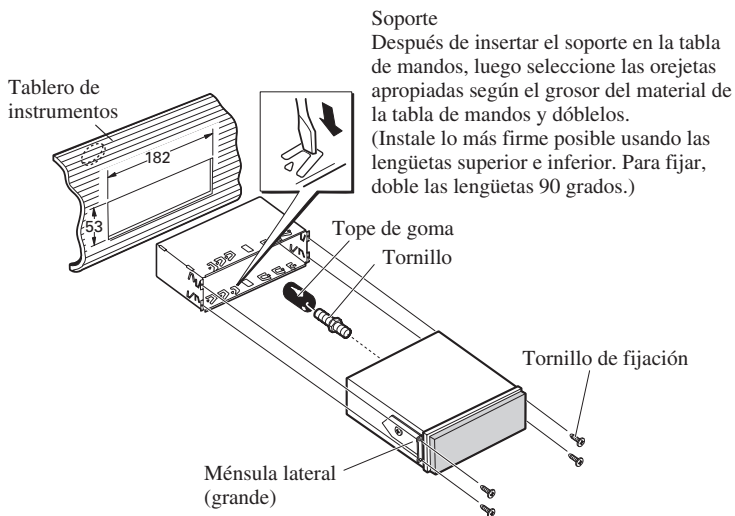

Fig. 9
3. Fijación de la unidad. (Fig. 9)